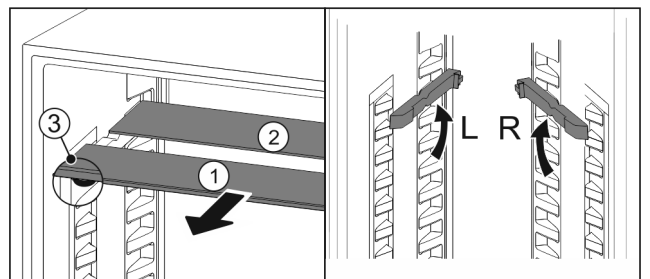

Fig. 21
- estrarre i ripiani di vetro singolarmente tirando in avanti Fig. 21 (1).
- ▷ Il piano in vetro Fig. 21 (1) con il motivo ornamentale è nella parte anteriore.
- ▷ I fermi Fig. 21 (3) sono rivolti verso il basso.